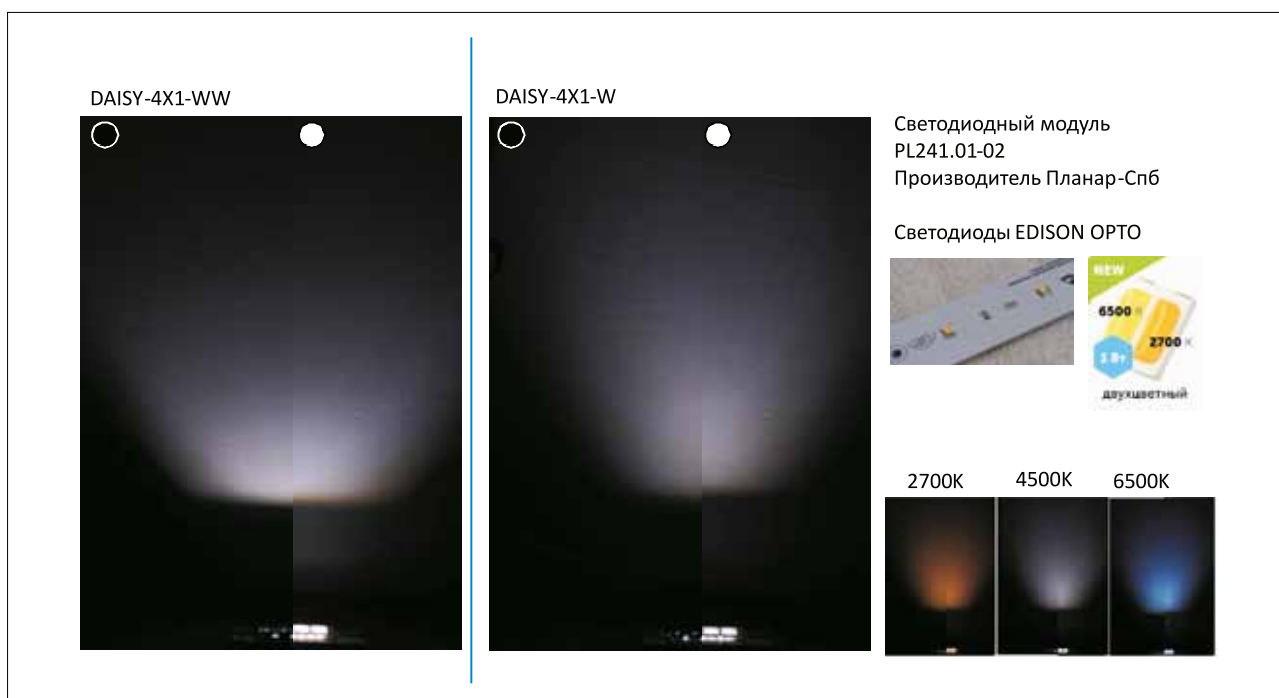

Рис. 9. Результаты работы платы PL241.01-02
- PL241.01-02 с одним белым, тепло/холодным светодиодом Edison 2835 под каждой линзой (рис. 9). Вторым номером включим светодиодный модуль компании «ИП Хуртина»: